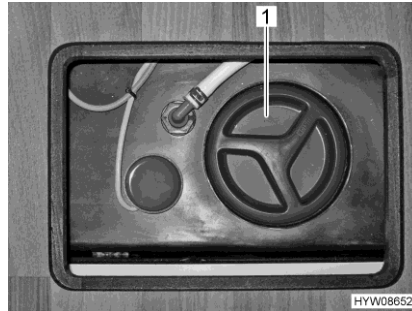

Fig. 176 Apertura per la pulizia (serbatoio delle acque grigie)
- A questo scopo aprire l'apertura per la pulizia (Fig. 176,1) per il serbatoio delle acque grigie e il rubinetto di scarico.